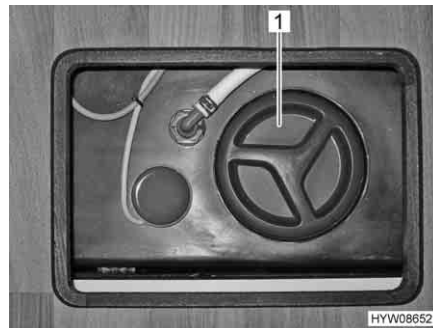

Fig. 187 Apertura per la pulizia (serbatoio delle acque grigie)
- A questo scopo aprire l'apertura per la pulizia (Fig. 187,1) per il serbatoio delle acque grigie e il rubinetto di scarico.